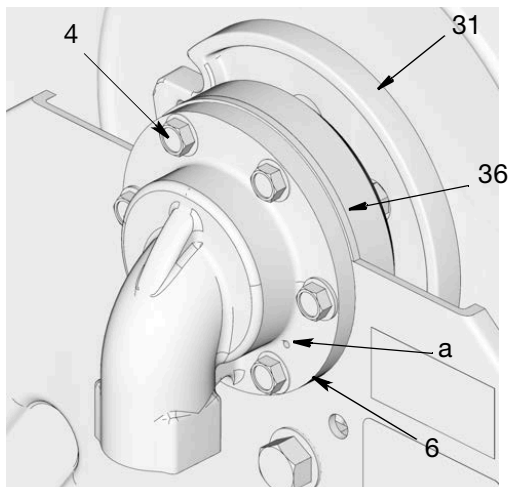

FIG. 20
- La entrada (6) está diseñada con un agujero de drenaje (a) (FIG. 20) para indicar una junta con fallo.
2. Quite seis pernos (4) (FIG. 20).